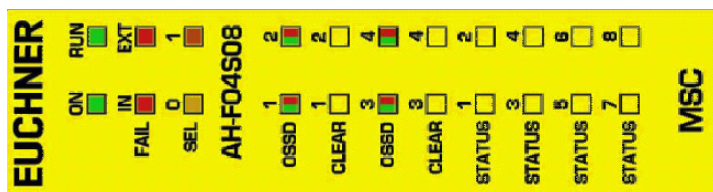

Figure 41 : AH-FO4S08
8.4.14. Module AH-FO4S08 (Figure 41)